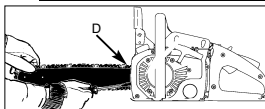

Fig. 5
1. Țineți vârful șinei conductoare în sus și rotiți șurubul de ajustare (D) ÎN SENSUL ACELOR DE CEASORNIC, pentru a mări tensionarea lanțului. La rotirea șurubului ÎN SENS INVERS ACELOR DE CEASORNIC, tensionarea lanțului scade. Verificați dacă lanțul se află complet pe șina conductoare (fig. 5).